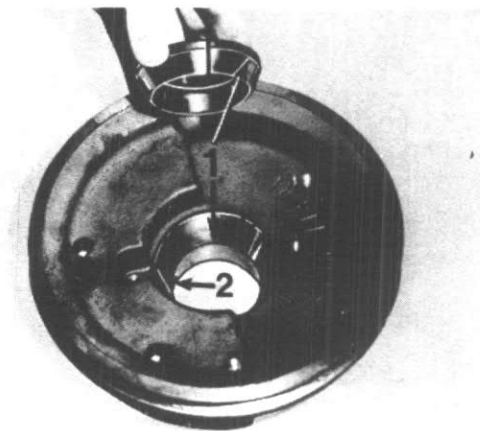

Figure 69
Pour obtenir la friction statique nécessaire, toutes les faces de contact (1) fig. 69 de la partie AV du vilebrequin doivent être exemptes d'huile, de rouille et de saleté.
Veillez à ce que le pion de centrage (6) s'engage bien sur l'encoche de calage (2), fig. 69